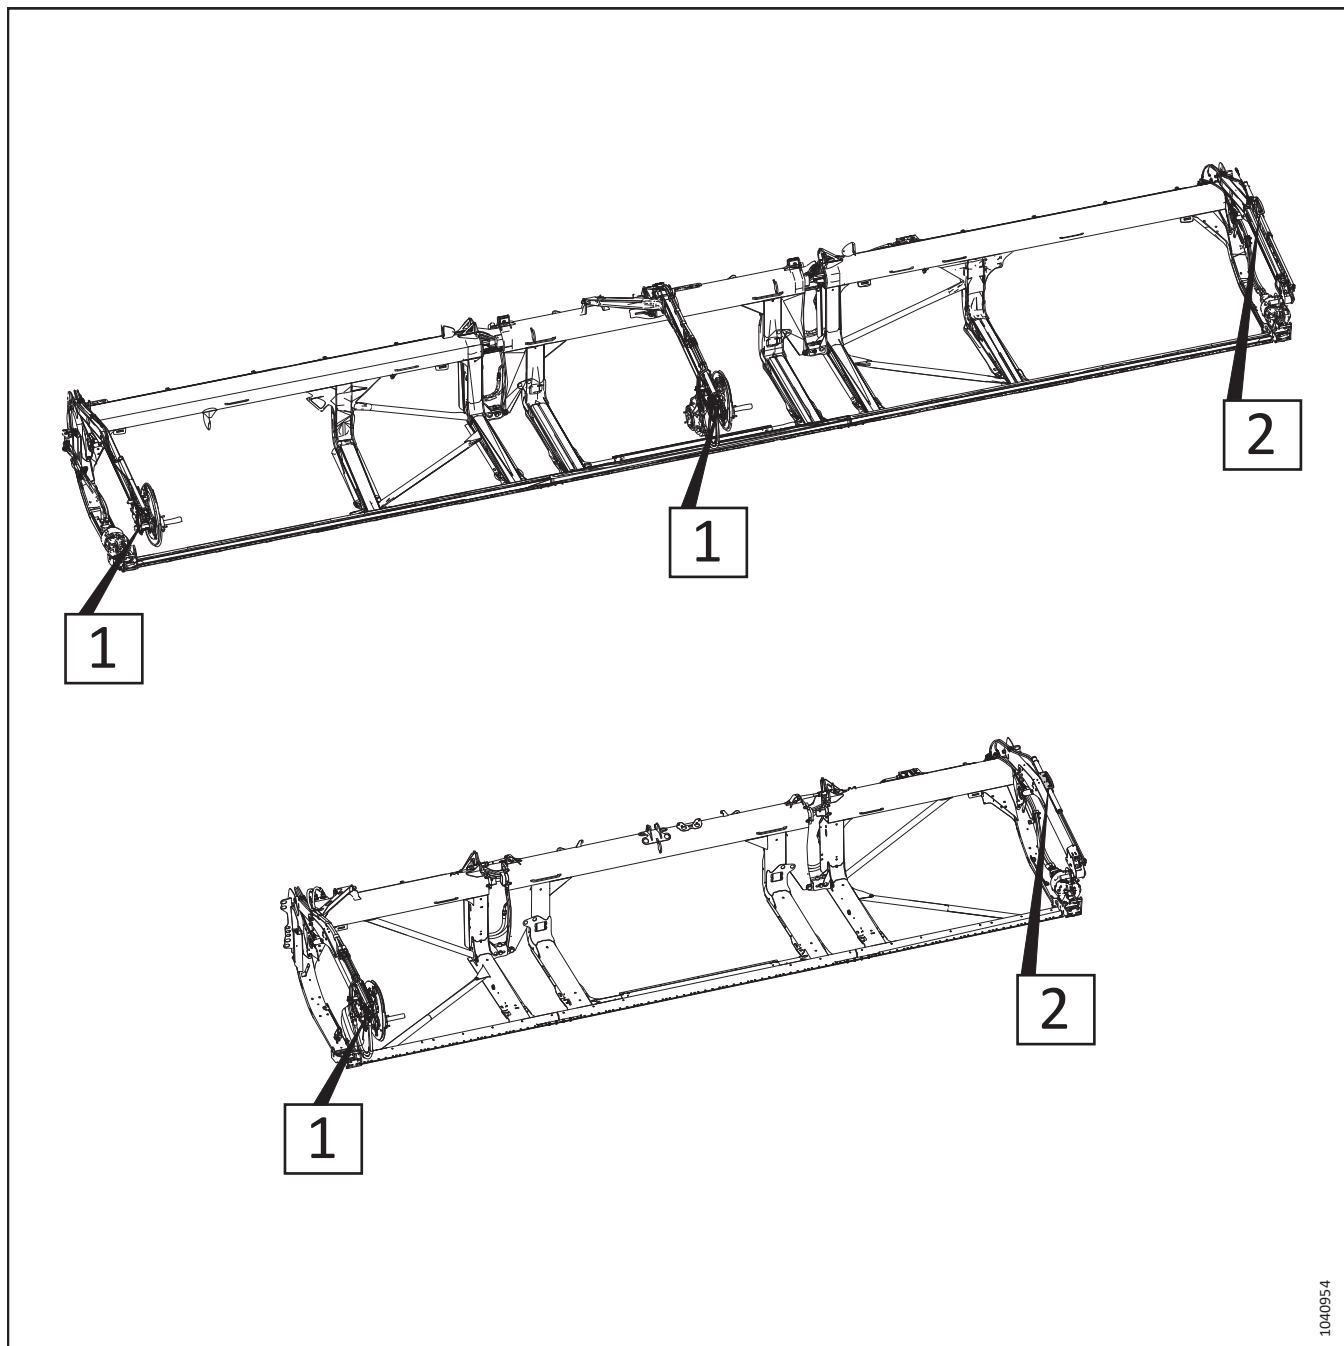

Figure 3.51: Vérins avant-arrière réglables – Numéros de référence des procédures
6. Consultez la figure 3.51, page 95 pour trouver les procédures de réglage des vérins avant-arrière adaptées à votre type de plateforme. Le numéro sur l'illustration se rapporte à l'une des procédures suivantes :